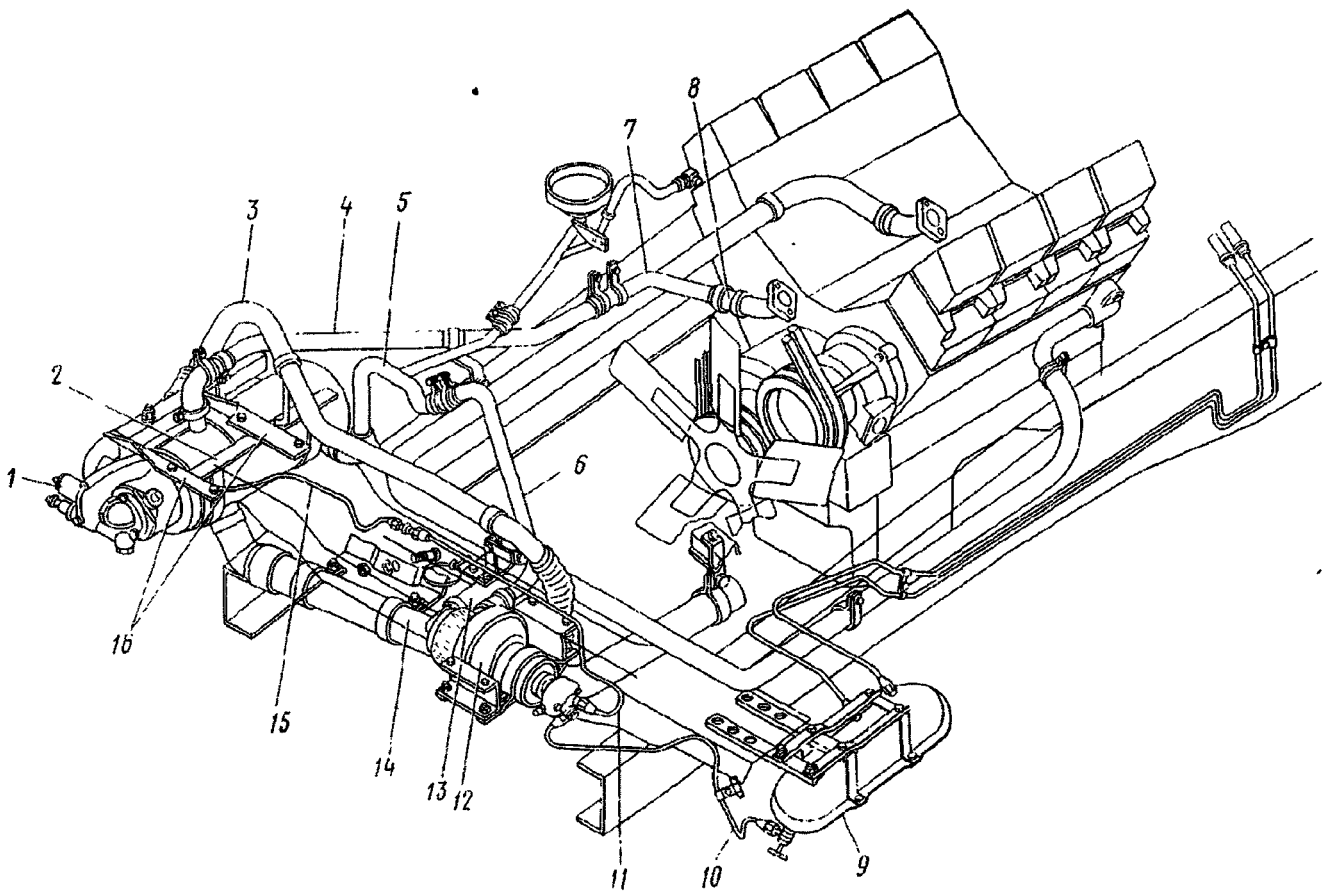

Рис. 24. Установка предпускового подогревателя на автомобиле:
4. Снимите резиновый чехол и отсоедините провод (коричневого цвета) от электромагнитного топливного клапана 1 (рис. 24)	Ключ 7 мм
3. Отверните накидные гайки трубки 10 (см. рис. 24) и трубки 11	Ключ 17 мм